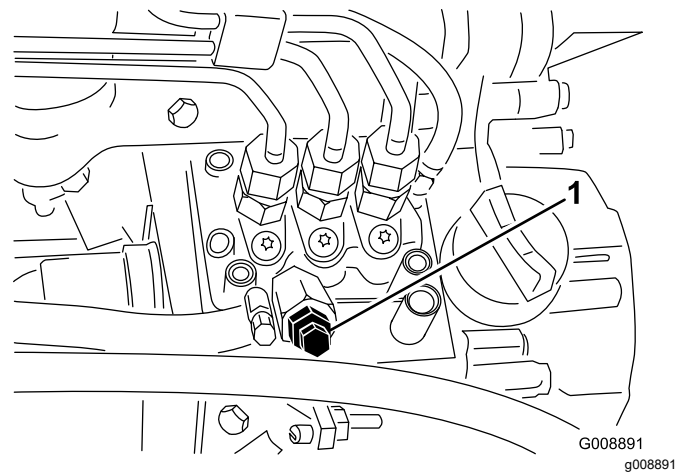

Figura 31
3. Desaperte o parafuso de purga que se encontra na bomba de injeção de combustível (Figura 31).